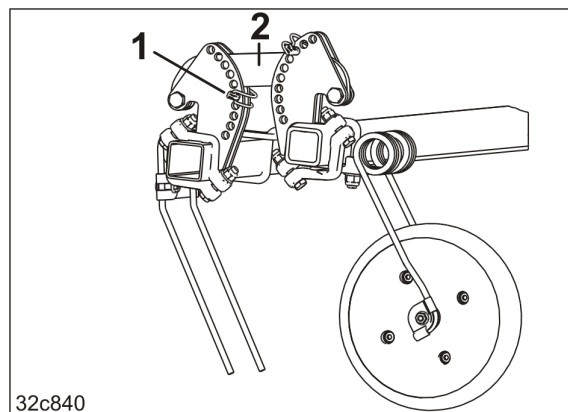

Рис. 187
3. Измените угол установки зубьев относительно почвы, закрепив шплинт с круглой пружинной защелкой (Рис. 187/1)
- о под тягой (Рис. 187/2);
Чем глубже вставлен шплинт с круглой пружинной защелкой (Рис. 187/1) в регулировочный сегмент, тем меньше угол установки.